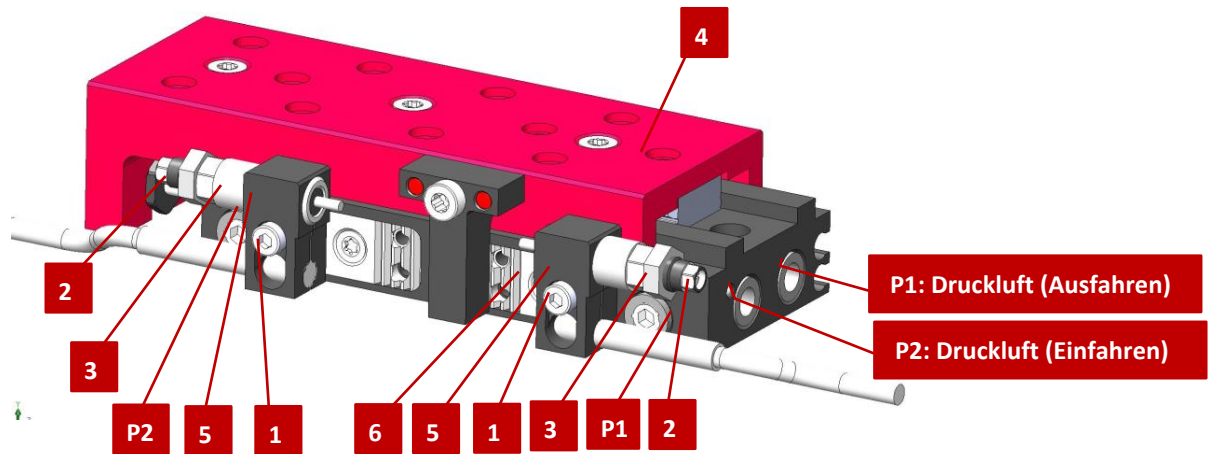

Abb. 21 Einbau und Einstellung Compact-Schlitten
1. Druckluft an P1 anschliessen (Abb. 21, P1) (Schlitten ausfahren).
2. Klemmschraube (Abb. 21, 1) lösen.
3. Position durch Verdrehen der Anschlaghülse (Abb. 21, 3) einstellen.
4. Stossdämpfer durch Verdrehen einstellen (Abb. 21, 2).
5. Klemmschraube (Abb. 21, 1) festziehen.
6. Druckluft an P2 anschliessen (Abb. 21, P2) (Schlitten einfahren).
7. Klemmschraube (Abb. 21, 1) lösen.
8. Position durch Verdrehen der Anlagschraube (Abb. 21, 3) einstellen.
9. Stossdämpfer durch Verdrehen einstellen (Abb. 21, 2).
10. Klemmschraube (Abb. 21, 1) festziehen.